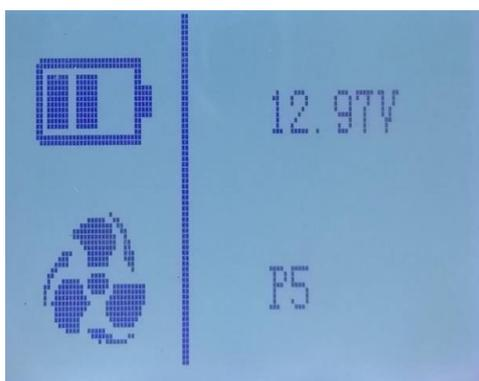
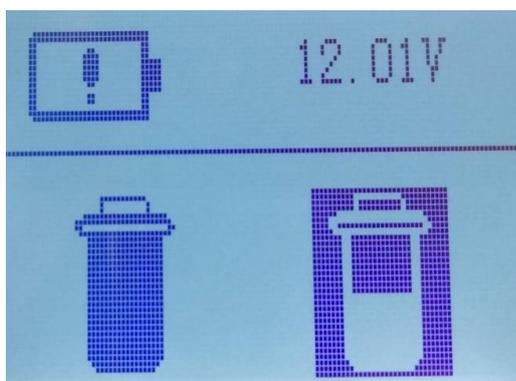

Abb. 3
Abb. 4
2. Drücken Sie dann kurz , der Strahler beginnt zu arbeiten (Abb.3), aber wenn die Batterie zu schwach ist, kann er nicht arbeiten. Das Symbol blinkt 5 Sekunden zur Erinnerung an den niedrigen Batteriestand (Abb. 4). Bitte laden Sie die Batterie auf und versuchen Sie es dann erneut.